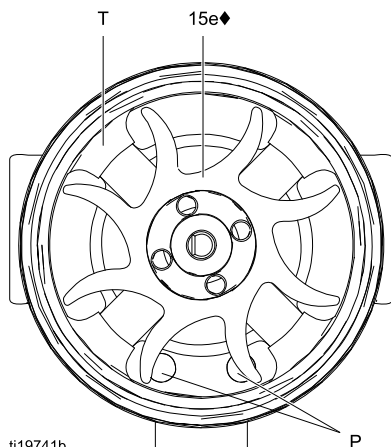
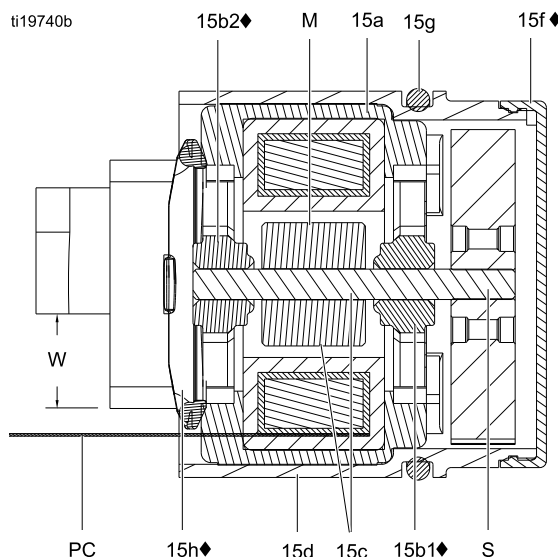

Figure 34 Richting van de ventilator
Figure 35 Doorsneetekening dynamo
12. Leg de spoelconstructie (15a) op een werkbank en houd deze vast met het ventilatoruiteinde omhoog. Druk de ventilator (15e♦) op het lange deel van de as (S). De ventilatorbladen moeten gericht zijn zoals afgebeeld.
13. Druk voorzichtig de spoel (15a) in de voorkant van de behuizing (15d♦), zodanig dat de pen van de spoel goed in de uitsparing in de behuizing valt. De driedraadsconnector (PC) moet onder de breedste inkeping (W) van de behuizingslipjes komen, zoals te zien in Afb. 35. Let erop dat de spoeluitlijnpennen (P) zitten zoals in Afb. 34.
14. Draai de ventilator (15e) zodat de ventilatorbladen de vier lagerlipjes (T) aan de achterkant van de behuizing vrijmaken. Zorg dat de bladen van de onderste lager (15b1♦) op één lijn zijn met de lipjes.